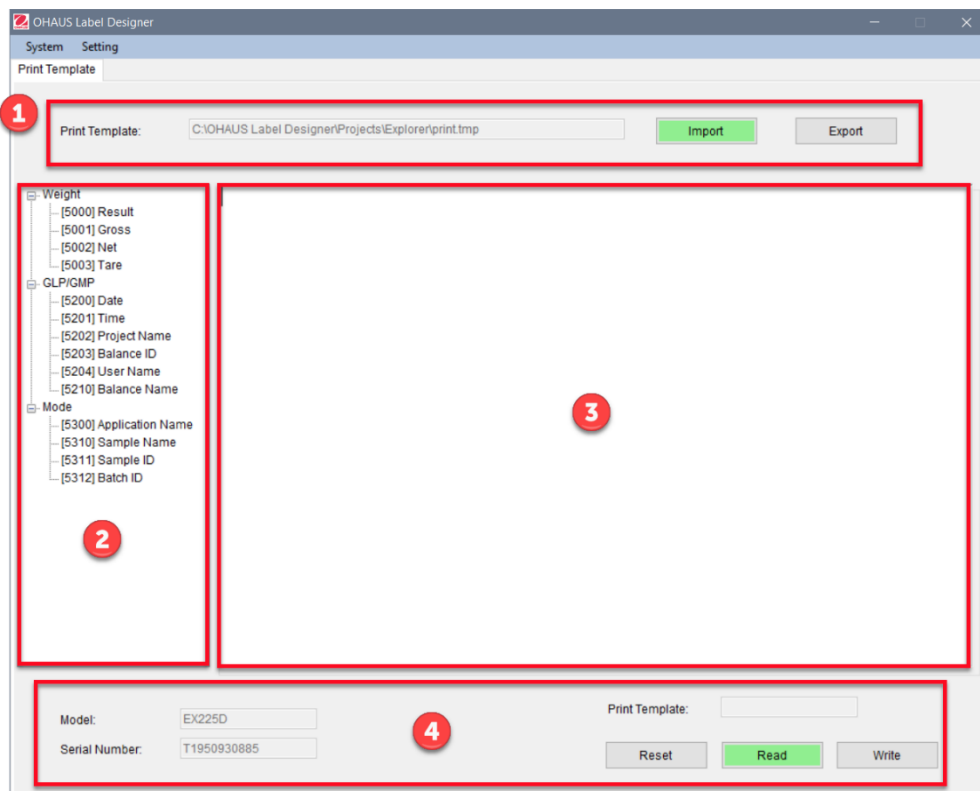

Rysunek 3.2.2-2
- Oprogramowanie PC i waga mają takie same domyślne ustawienia komunikacyjne (patrz rys. 3.2.2-1).
6. Po pomyślnym połączeniu wagi z komputerem PC wyświetlany jest **model i numer seryjny** wagi (patrz rys. 3.2.2-2).